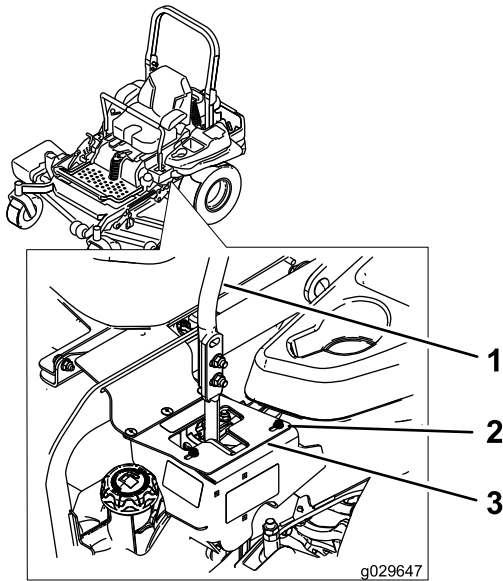

Figura 65
6. Si la máquina se desvía hacia la derecha, afloje los pernos y ajuste la chapa del tope izquierdo hacia atrás en la ranura en T de la izquierda hasta que la máquina avance en línea recta (Figura 65).
7. Si la máquina se desvía hacia la izquierda, afloje los pernos y ajuste la chapa del tope derecho hacia atrás en la ranura en T de la derecha hasta que la máquina avance en línea recta (Figura 65).
8. Apriete la chapa del tope (Figura 65).